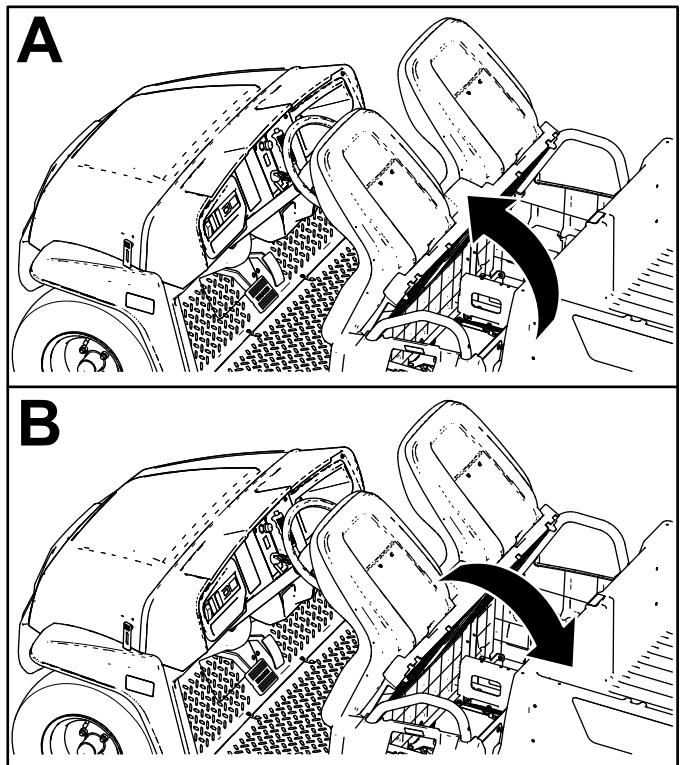

Figura 27
Para elevar el conjunto de asientos, empuje el conjunto de asientos hacia adelante hasta que descance sobre el volante (Figura 27).
Para bajar el conjunto de asientos, empuje el conjunto hacia atrás hasta que encaje en su posición inicial (Figura 27).
1. Empuje el conjunto de asientos hacia adelante a la posición elevada (Figura 27).